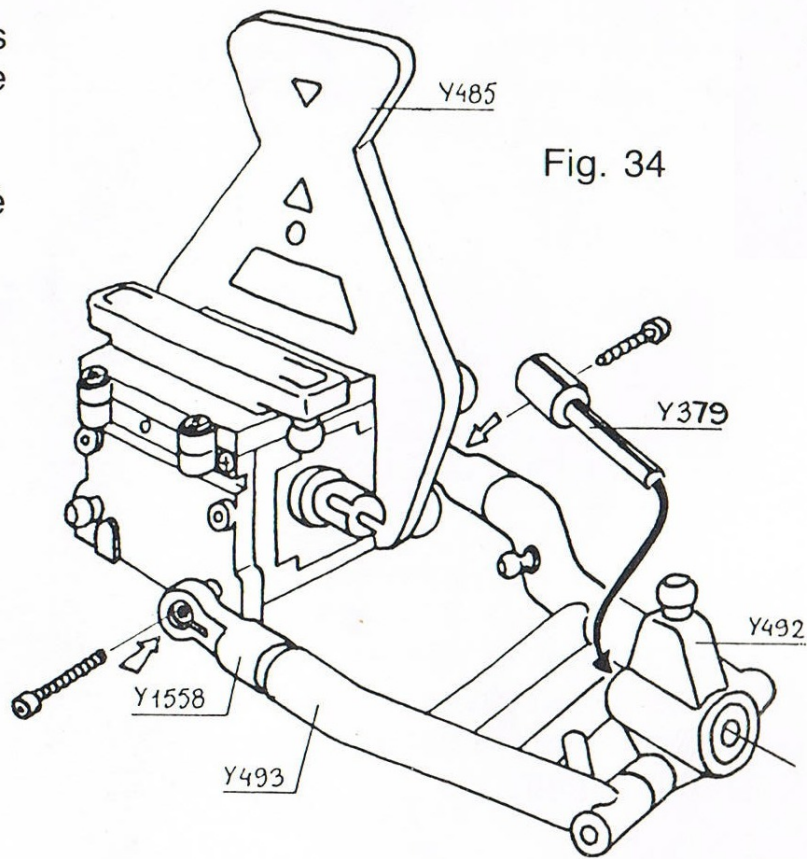

Fig. 34
- Emboîter les rotules sur les chapes des triangles, puis visser l'ensemble sur la cellule (Fig. 34).
- Mettre la noix de cardan Y 379 côté roue (Fig. 34).